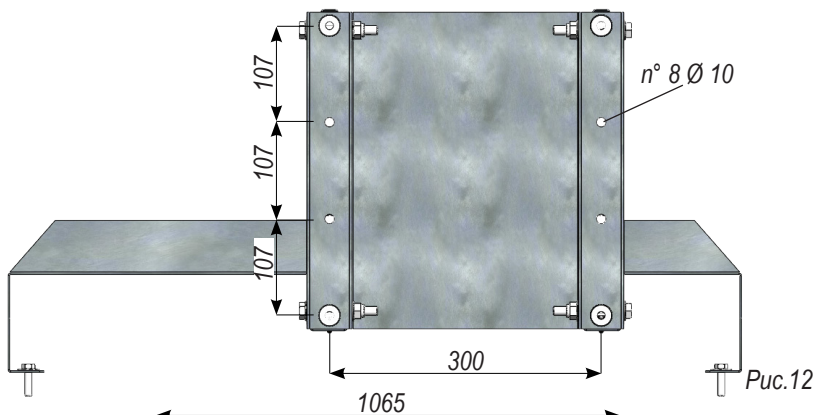

Рис.12
- Выполнить 4 отверстия в выбранной стене согласно указаниям на рис. 12 и закрепить кронштейн в стене с помощью дюбелей M8.
- Надежно закрепить генератор к кронштейну с помощью 4 винтов M8x30 (9) и шайб 8x24 (8) и установить генератор в желаемом направлении путем поворота вращающегося корпуса (3).